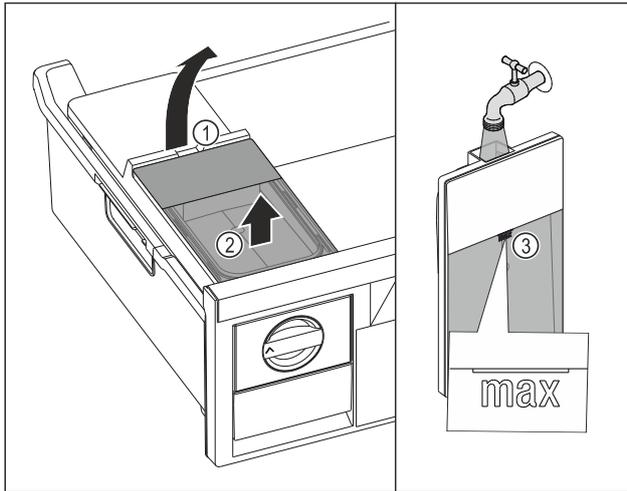

Fig. 78
- ▶ Wassertank an der Aussparung Fig. 78 (1) anheben.
- ▶ Wassertank nach oben entnehmen. Fig. 78 (2)
- ▶ Wassertank bis zur Markierung Fig. 78 (3) mit Trinkwasser befüllen.